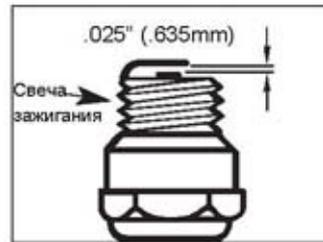

Рис. 11A
2. Искровой промежуток = 0.025 дюйма. (0,635 мм) (Рис. 11A).